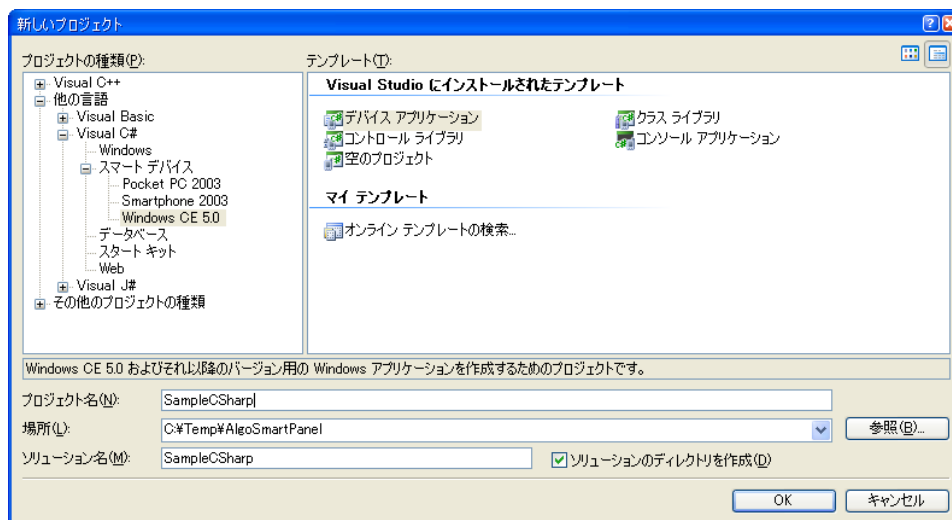

図 4-5-1-1. 新しいプロジェクト
- ⑪ Visual Studio 2005 を起動します。
- ⑫ メニューから [ファイル]-[新規作成]-[プロジェクト] を選択し、[新しいプロジェクト] ダイアログを開きます。(図 4-5-1-1)
- ⑬ 左ペインの [プロジェクトの種類] で [Visual C#]-[SmartDevice]-[WindowsCE] を選択します。右ペインの [テンプレート] から [デバイスアプリケーション] を選択します。